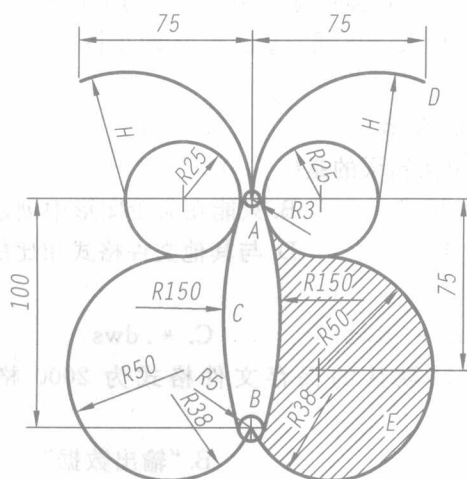

图 1-3 蝶形件平面图形
8. 如图 1-3 所示, 根据图样要求绘制蝶形平面图形并求阴影面积。